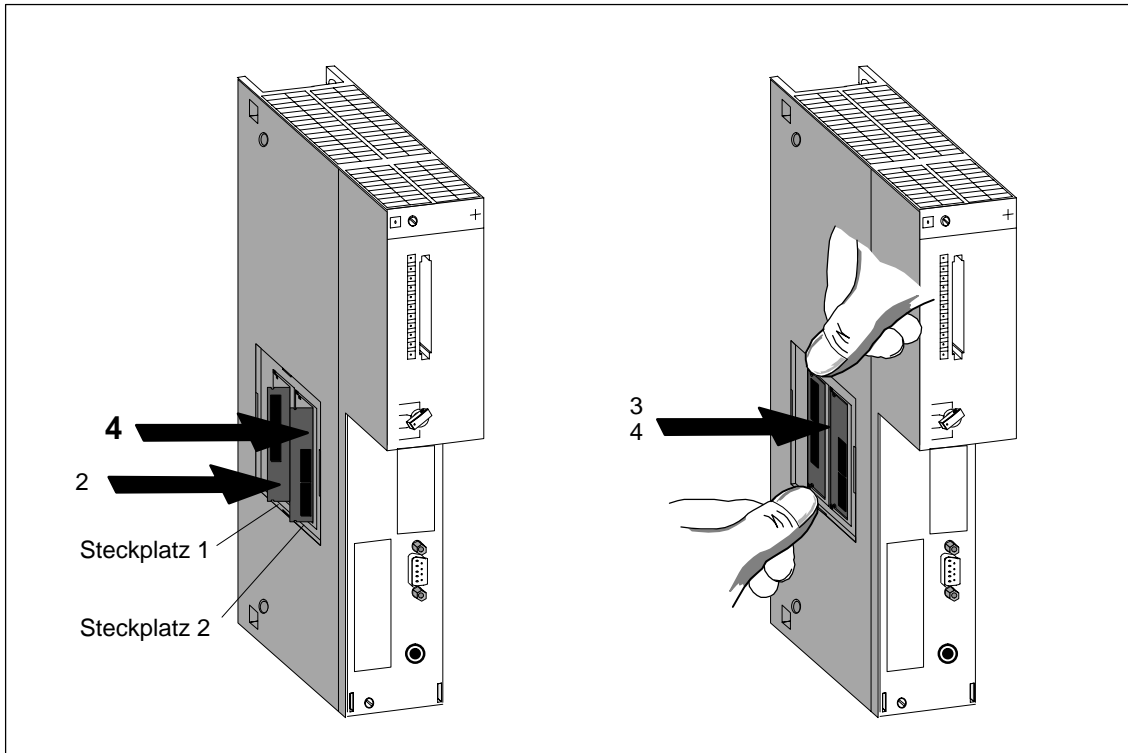

Bild 8-1 Montage von Speichermodulen in die Zentralbaugruppen
2. Drücken Sie das erste "DRAM"-Speichermodul der erforderlichen Größe unter einem Winkel von ca. 45° bis zum Anschlag in den Steckplatz 1 (siehe Bild 8-1).
3. Drücken Sie das "DRAM"-Speichermodul auf der abstehenden Seite in Richtung Leiterplatte, bis das Speichermodul in die beiden seitlichen Haltefedern einrastet (siehe Bild 8-1).
4. Stecken Sie das zweite "DRAM"-Speichermodul gleicher Größe in gleicher Weise in Steckplatz 2 (siehe Bild 8-1).